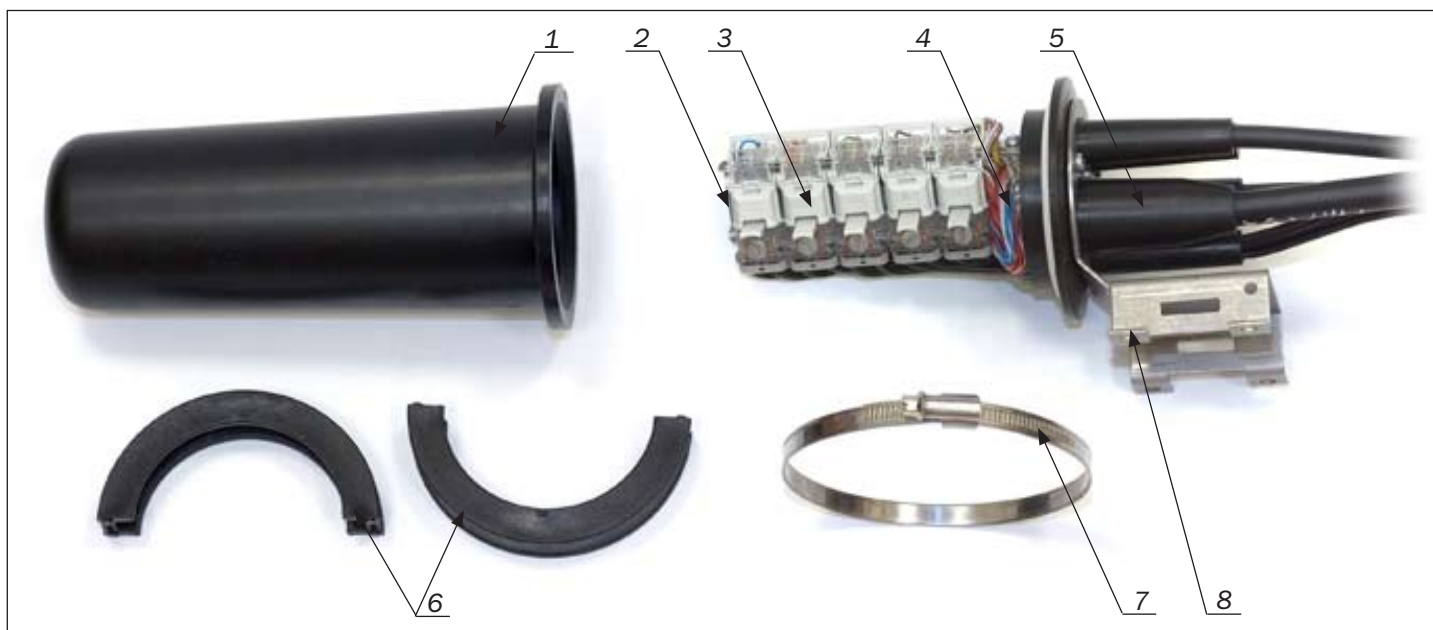

Рисунок 3.1 – Общий вид муфты:
4.1.7 Закрепить хомутами нержавеющей стали кабель и пучки проводов (обмотав их в местах крепления 2-3 слоями ленты Scotch 88Т) к фиксаторам для крепления (рисунок 3.1, поз.4).